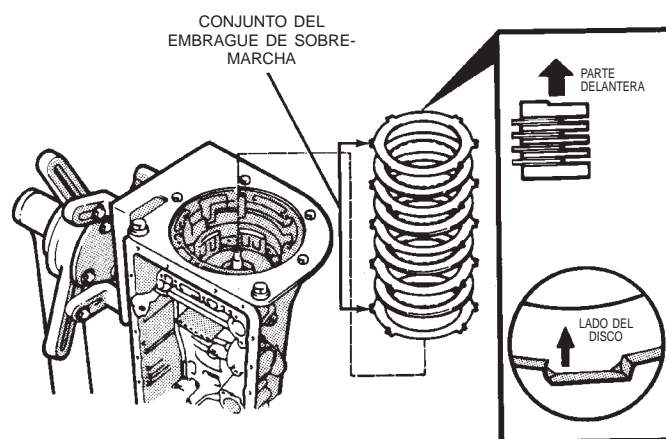

Fig. 162 Instalación del conjunto del embrague de freno de sobremarcha
(59) Si el juego longitudinal del eje transmisor es incorrecto, uno o más de los componentes instalados no está asentado. Vuelva a ensamblar según sea necesario y verifique nuevamente el juego longitudinal.
(60) Instale el conjunto del embrague del freno de sobremarcha (Fig. 162). Instale primero el plato de embrague más grueso, con el borde redondeado hacia arriba. Instale primero el disco y luego otro plato hasta que estén instalados los cuatro discos y los tres platos.